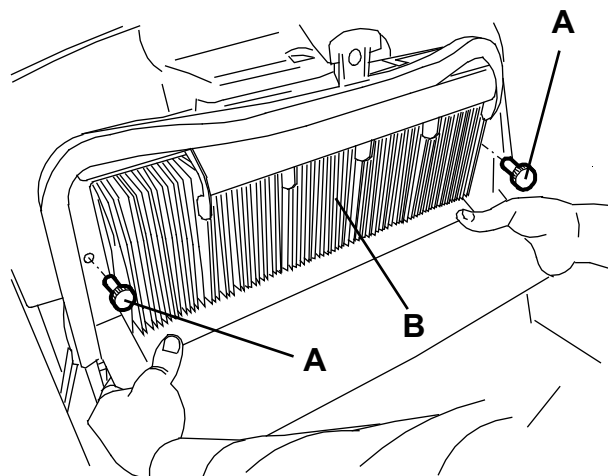
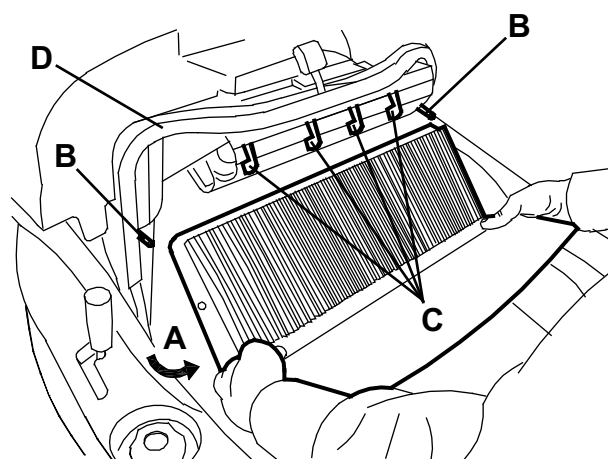
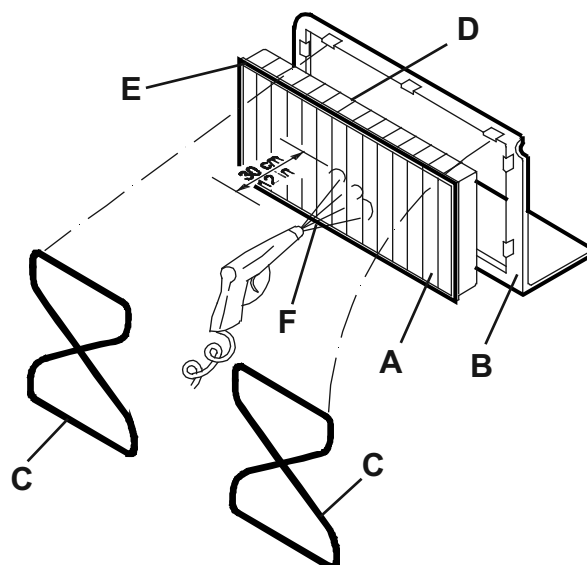

Figure 8
Figure 9
Figure 10
2. Positionner l'interrupteur général (1) sur "0".
3. Déposer le conteneur déchets (9).
4. Dévisser les pommeaux (A, Fig. 8).
5. Saisir le filtre à poussière (B) comme indiqué dans la figure.
6. Déposer le filtre à poussière en le tournant dans la direction de la flèche (A, Fig. 9) pour le dégager des pivots (B), puis le baisser pour le dégager des peignes (C) du secoueur.
7. Séparer le filtre (A, Fig. 10) du cadre (B) en dégageant les 2 élastiques (C).
8. A l'extérieur, dans un endroit approprié, nettoyer le filtre en le secouant sur une surface horizontale et propre, en battant le côté (D) opposé à celui du joint (E). Compléter le nettoyage à l'aide d'un jet perpendiculaire d'air comprimé (F) (6 bars maximum), en soufflant uniquement du côté du joint (E) à une distance minimum de 30 cm.
10. Nettoyer le joint en caoutchouc (E) du filtre le long du périmètre et en vérifier l'intégrité et l'étanchéité. Dans le cas contraire, remplacer le filtre.
11. Nettoyer le joint (D, Fig. 9) du conteneur déchets le long du périmètre et en vérifier l'intégrité et l'étanchéité. Dans le cas contraire, en effectuer le remplacement.
Lors du remontage, le filtre doit être orienté avec le joint (E, Fig. 10) positionné comme indiqué dans la figure.